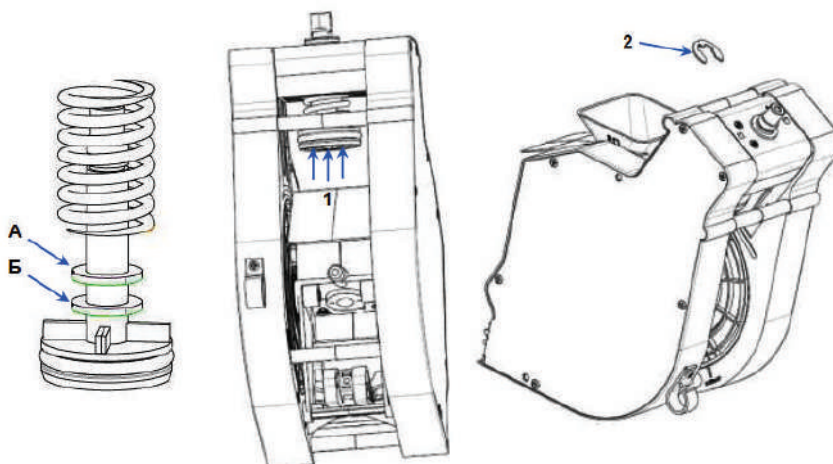

Рисунок 37 - Регулировка объёма камеры группы эспresso
Группа эспresso позволяет регулировать объём камеры для приёма молотого кофе от дозатора в пределах от 7 до 9 грамм. При установке кулачка дозатора в положение 5 или 6, или при весе молотого кофе более 7,5 грамм НЕОБХОДИМО увеличить объём камеры путём установки стопорного кольца в положение Б (см.рис.37).
3. Подожмите поршень в направлении стрелок 1 (см.рис.37);